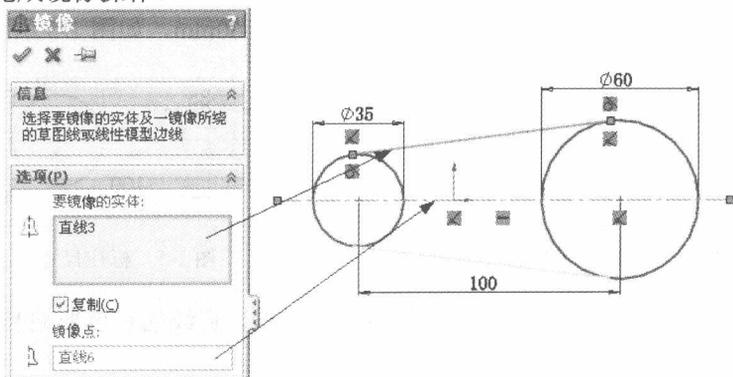

图 1-10 镜像直线
Step11 镜像直线。单击“草图”工具栏中的“镜像实体”按钮, 在弹出的“镜像”属性管理器中选择直线作为要镜像的实体, 选择中心线作为镜像点, 如图 1-10 所示, 单击“确定”按钮, 完成镜像操作。